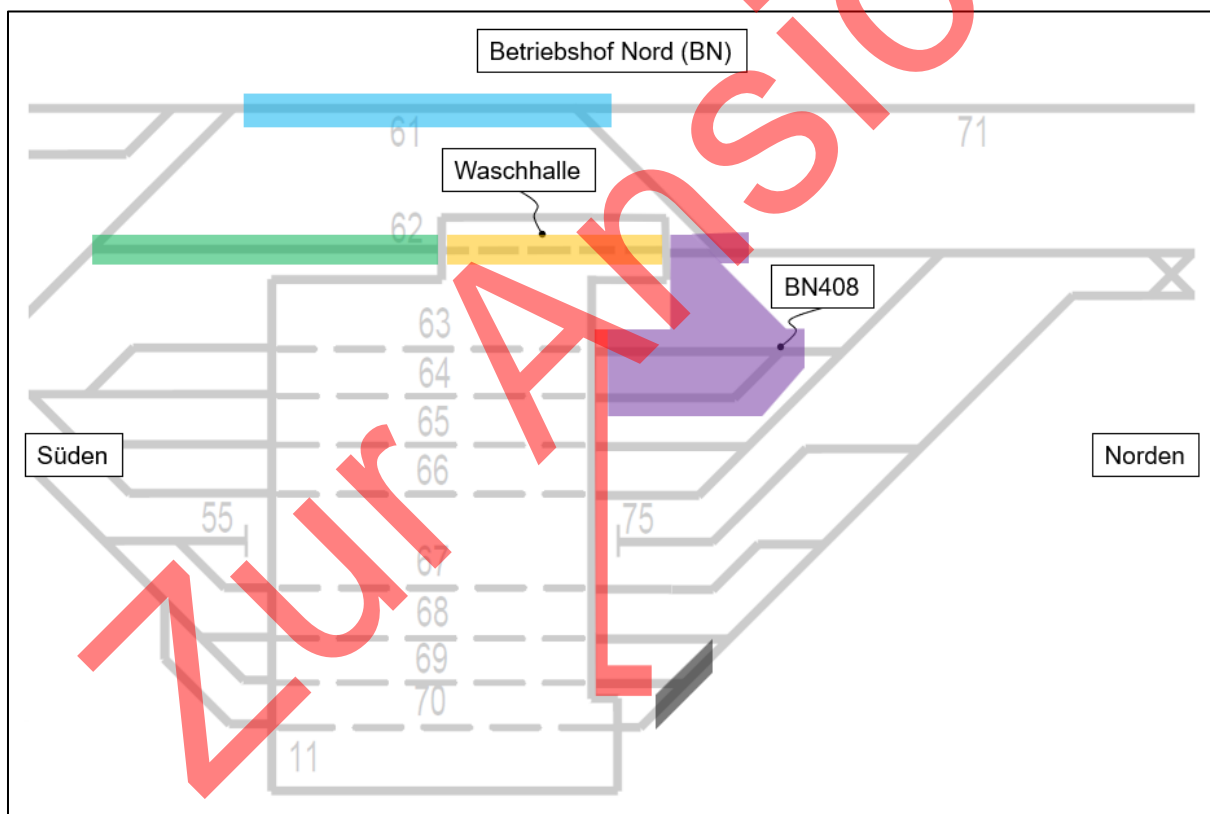

Abbildung 1: Bauabschnitte farbig (schematisch).
Die Stadtwerke München GmbH führt von Anfang Juli bis Mitte September 2026 auf dem Betriebshof Nord (BN) in Fröttmaning den Neubau eines Gleises in der U-Bahn-Waschhalle durch. Zusätzlich werden die angrenzenden Bestandsgleise inkl. einer Weiche (BN408) erneuert, einschließlich eines Schwellenwechsels in den eingedeckten Gleisabschnitten des Hallenvorfeldes von Gebäude 11. Zum Bauumfang gehört zudem die vollständige Erneuerung der im Umbaubereich liegenden Stromschiennenanlage (ca. 450m). Die Gleisbaumaßnahmen umfassen Fahrschienen (ca. 1.000m), Schwellen und Schotter (ca. 1.600t). Der Baubereich verläuft oberirdisch. Eine schematische Übersicht der Bauabschnitte bzw. der Bauumfang ist in der nachfolgenden Abbildung 1 und Tabelle 1 dargestellt. Die Zuwegung erfolgt straßengebunden (Ausnahme Gleis BN61).